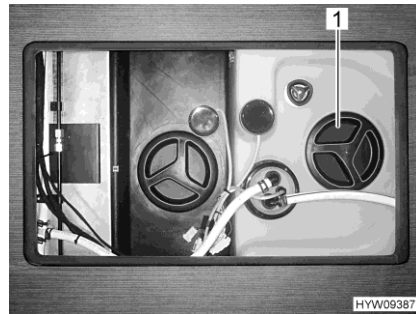

Fig. 209 Orificio de limpieza (depósito de agua)
- Retirar la tapa de cierre (Fig. 209,1) del depósito de agua.